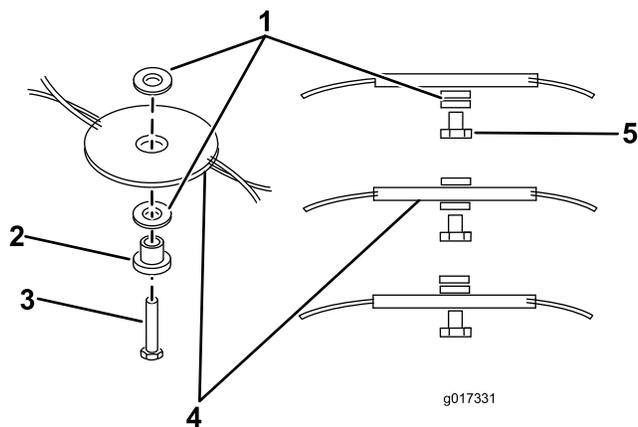
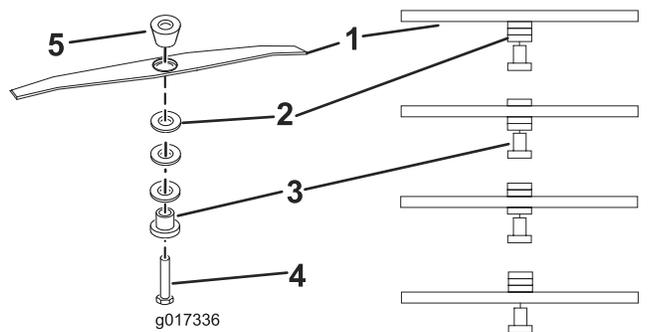

Рисунок 12
Рисунок 13
6. Переместите разделители на требуемую высоту, затем заново установите леску Flexiblade / режущий аппарат (Рисунок 13, Рисунок 12).